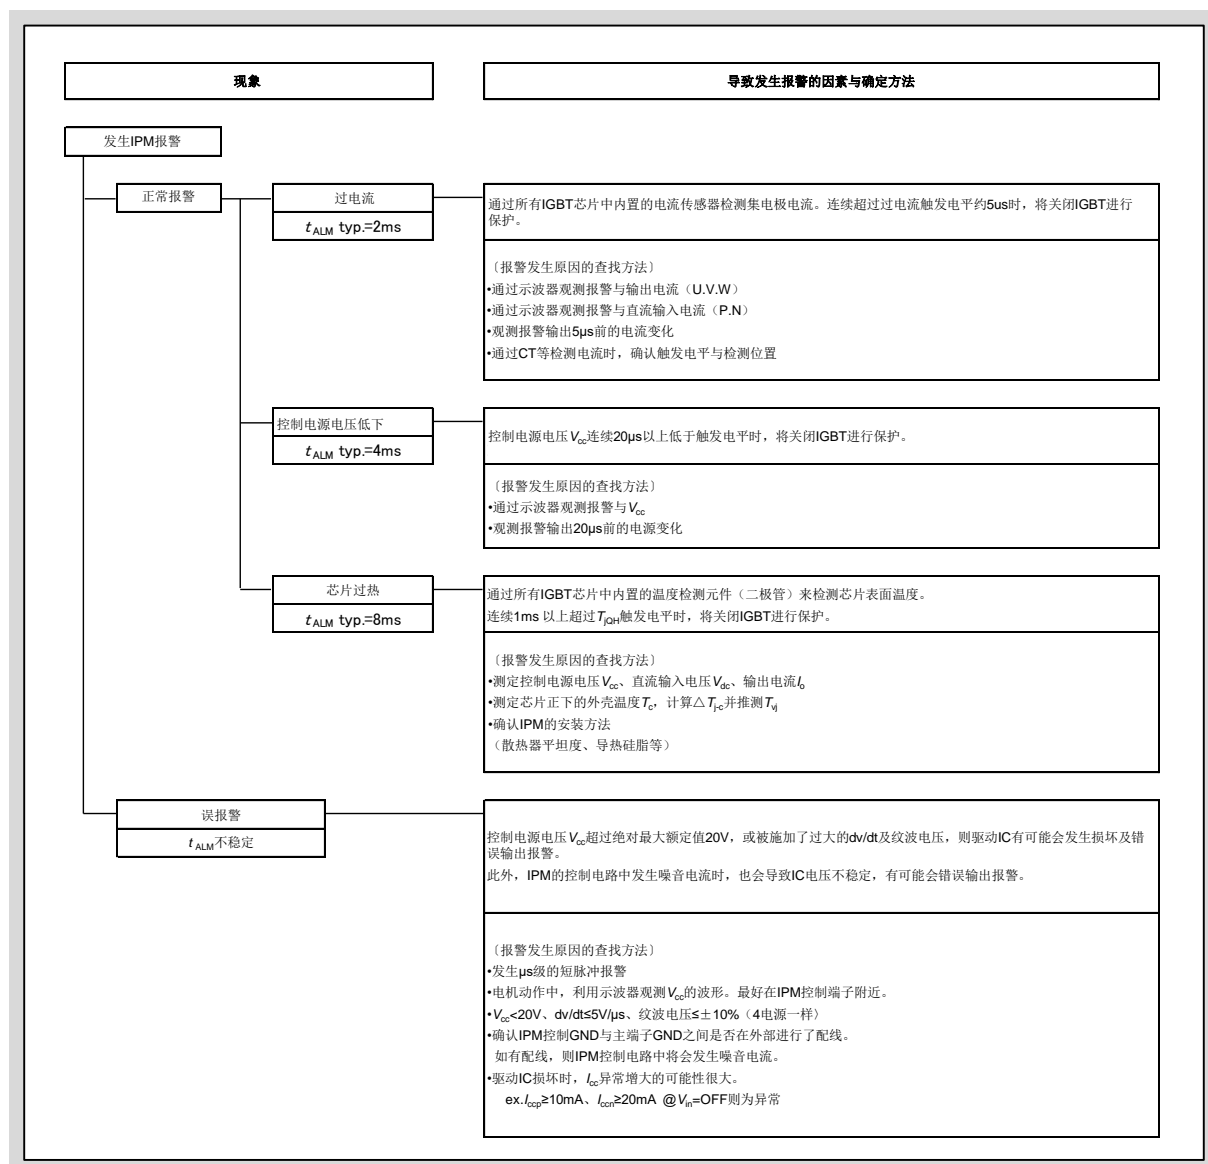

图7-2报警原因分析图
2. 故障原因分析图	7-2
若是由IPM输出的报警，则应按照图7-2的报警原因分析图来查找异常原因。